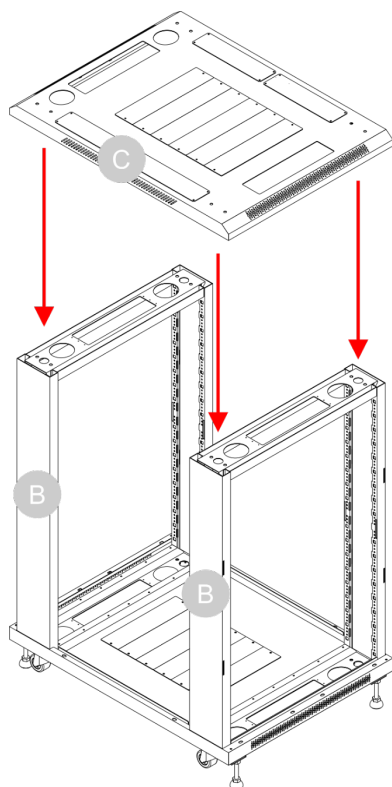

Fig. 27
- 11) Collocare la **piastra superiore (C)** sopra i 2 telai (B), come illustrato nella Fig. 27.